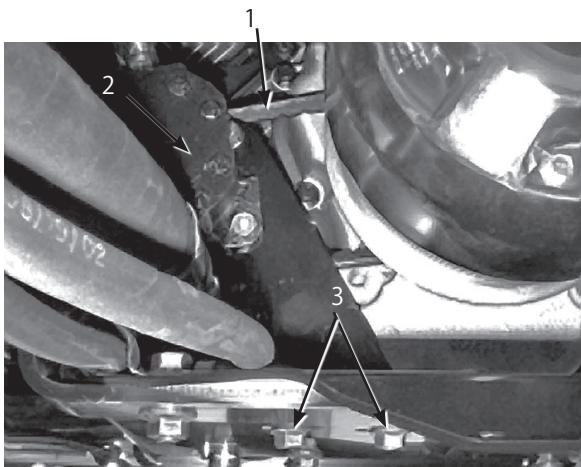

図53
2. ポンプ固定ボルト(図53)をゆるめる。
6. 図53で○で囲んで表示している部分の可動部に潤滑剤 (Toro潤滑スプレー;代理店で購入可能) をスプレーする。